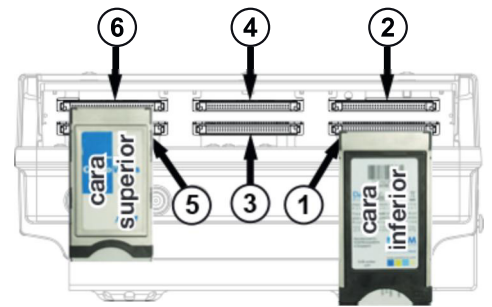

Fig. 5: Insertar los módulos CA en las ranuras de CI
- ⚠ Peligro de daño de las ranuras de CI. Inserte los módulos CA (CAM) en las ranuras ②/④/⑥ con la **cara superior** hacia arriba, en las ranuras ①/③/⑤ con la **cara inferior** hacia arriba (Fig. 5). Tenga en cuenta igualmente las informaciones adjuntas al CAM.
2. Inserte los módulos CA según el ejemplo en Fig. 5.